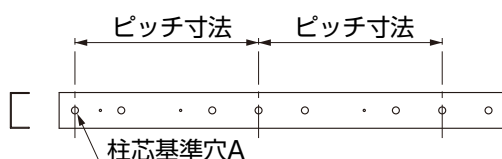

図2-6 ブラケット取付けゲージ
- ①基準穴位置はAの箇所を使用してください。(図2-6参照)
- ②各間口に合わせたゲージ使用位置を確認してください。